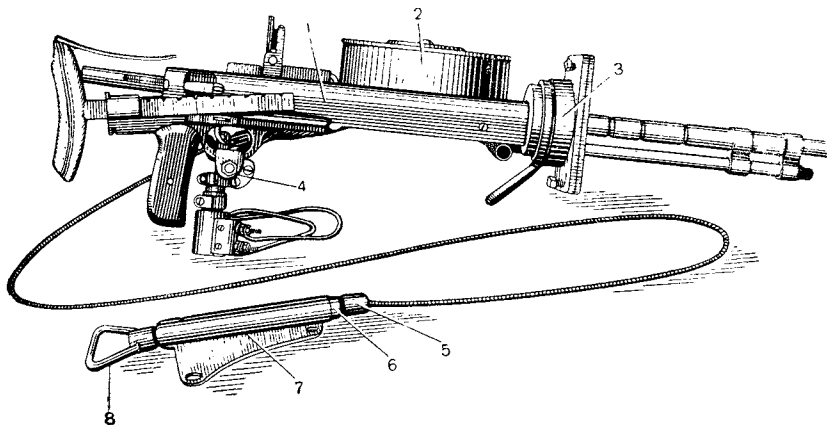
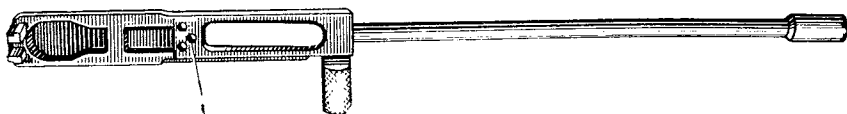
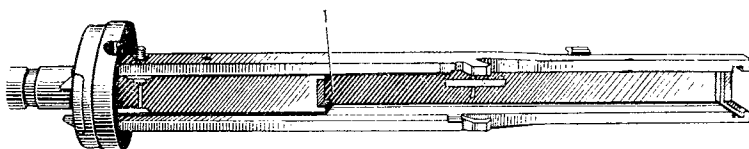

Рис. 71. Установка спаренного пулемета ДТМ:
Рис. 72. Затворная рама пулемета ДТМ:
Рис. 73. Ствольная коробка пулемета ДТМ:
Отличие пулемета ДТМ (рис. 71), описанного в указанном руководстве, от устанавливаемого в настоящее время в танке пулемета ДТМ, прошедшего капитальный ремонт, заключается в том, что в затворной раме (рис. 72) просверлены три отверстия 1, а в ствольной коробке (рис. 73) выфрезерован паз 1. Эти изменения произведе-
На спусковой скобе пулемета крепится установка 4 (рис. 71) электрического и ручного спусков.
**Ручной спуск** пулемета ДТМ состоит из кронштейна 5, прикрепленного к левой губке 7 двумя винтами; поршня 6 с пружиной, вставленных в гнездо кронштейна 5; ползуна 4 с рычагом, навинченным на резьбовой конец поршня 6; троса 3, помещенного в оплетку 1; кронштейна 7 (рис. 71), прикрепленного к картеру подъемного механизма пушки; стержня 8 с ручкой и штуцера 6 с зажимной гайкой 5.